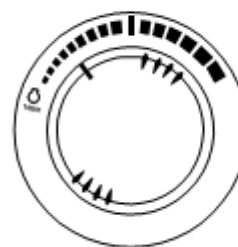

Рисунок 7
2. Установите скорость двигателя немного выше, чем «LOW IDLE» («МАЛЫЕ ОБОРОТЫ ХОЛОСТОГО ХОДА»), см. рисунок 7.